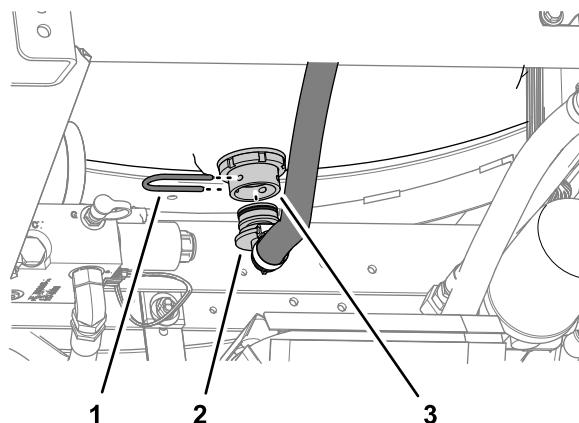

图 3
3. 在冲洗水箱的底部卸下将供水软管的 90° 接头固定至隔板接头的固定叉 图 3。
4. 从隔板接头卸下 90° 接头 图 3。